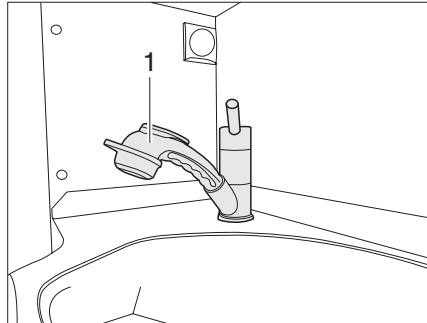

Bild 102 Handbrause
- ▶ Handbrause (Bild 102,1) herausziehen und leer laufen lassen.
- ▶ Zum Duschen die Handbrause (Bild 102,1) benutzen. Dazu die Handbrause herausziehen.